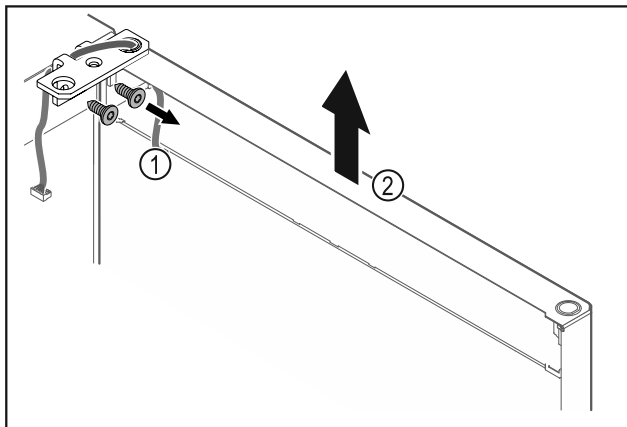

Fig. 28
- ▶ Развинтете ъгъла на пантата Fig. 28 (1).
- ▶ Повдигнете вратата заедно с ъгъла на пантата Fig. 28 (2) приблизително 200 mm право нагоре и я свалете.